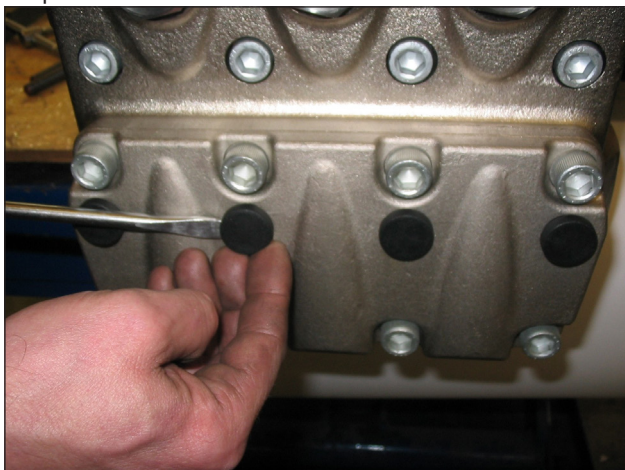

Fig. 41
- Rimuovere i 4 tappi di chiusura fori coperchio valvole aspirazione (Fig. 41).